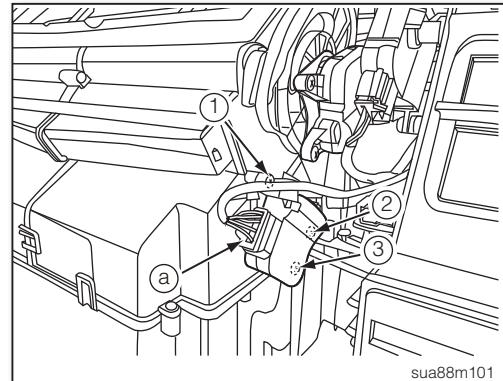

图3
3. 拆开空气混合门马达线束接头① (如图3)。
4. 使用适当工具拆下空气混合门马达固定螺丝①~③ (如图3)。